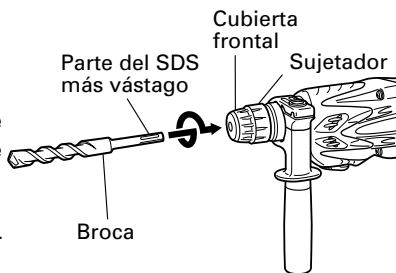
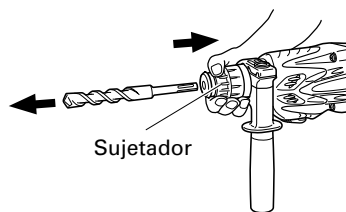

Fig. 2
Fig. 3
## 6. Montaje de la broca (Fig. 2)
- (1) Limpie la parte del vástago de la broca de taladro.
- (2) Inserte la broca de taladro girando en el sujetador de la herramienta hasta que se asegure bien. (Fig. 2)
- (3) Verifique si esta bien asegurado tirando de la broca de taladro.
- (4) Para extraer la broca, tire completamente de la empuñadura en el sentido de la flecha y tire hacia afuera de la broca. (Fig. 3)